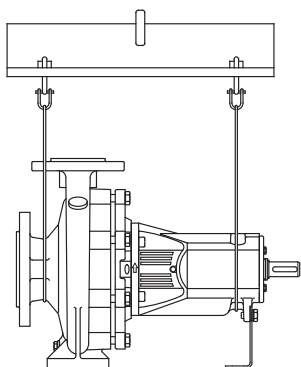
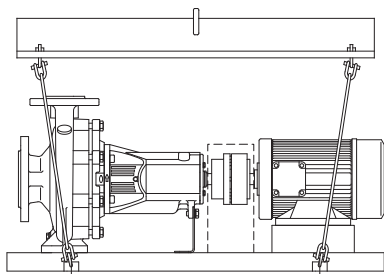

fig. 1: Transport av pumpen
fig. 2: Transport av hela aggregatet
- Lyft pumpen som i (fig. 1) resp. (fig. 2) för att undvika deformationer. De upphängningsöglor som sitter på pumpen eller motorn får inte användas till att lyfta hela aggregatet. De är endast avsedda för transport av de enskilda komponenterna vid montering och demontering.